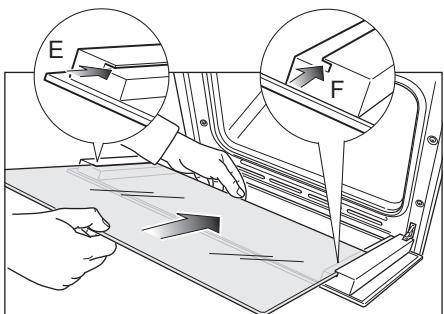
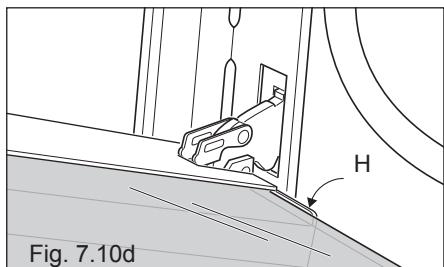

Fig. 7.10c
Fig. 7.10d
- Insérez la vitre dans les rails de guidage "E", et "F", (fig. 7.10c) et faites-la glisser en douceur jusqu'aux butées "H" (fig. 7.10d).